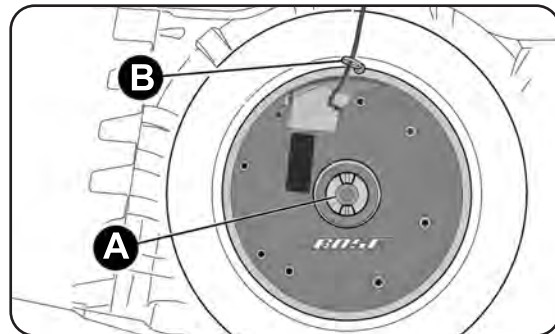

fig. 120
- svisa il dispositivo di bloccaggio A-fig. 120, stacca la molletta B di fissaggio del cavo e successivamente solleva il Subwoofer;
- riposiziona correttamente il cavo del Subwoofer in modo da evitare di pizzicarlo. Successivamente aggancia la molletta B-fig. 120 e avvita il dispositivo di bloccaggio A. Riposiziona infine correttamente lo spessore fig. 119 del vano di carico ed abbassa il tappeto di rivestimento del bagagliaio.